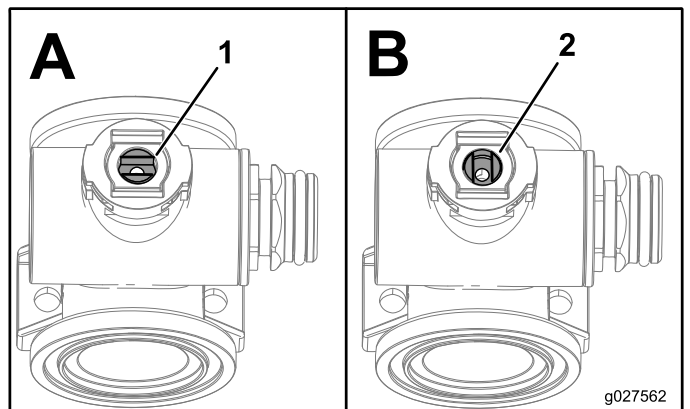

Bild 113
1. Drehen Sie den Ventilschaft so, dass er in der geschlossenen Stellung ist (Bild 113 B).